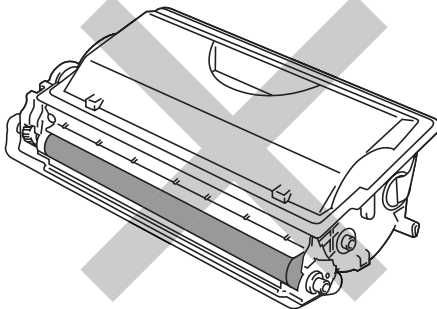
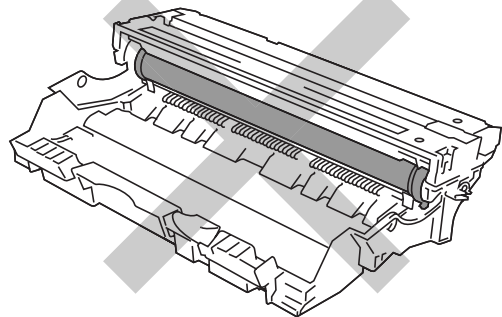

Figura 6-10
Figura 6-11
- Não toque nas partes marcadas a cinzento na Figura 6-10 e Figura 6-11.